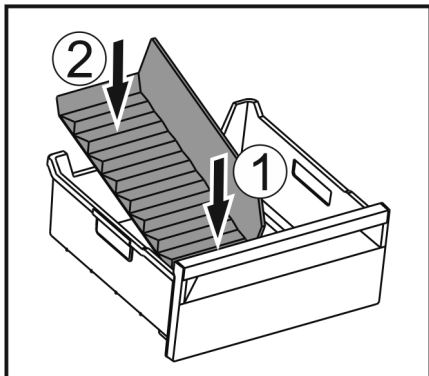

Fig. 147
- ▶ Inserire la parte anteriore del divisore dello scomparto del ghiaccio. Fig. 147 (1)
- ▶ Abbassare la parte posteriore del divisore dello scomparto del ghiaccio fino al fondo del cassetto. Fig. 147 (2)